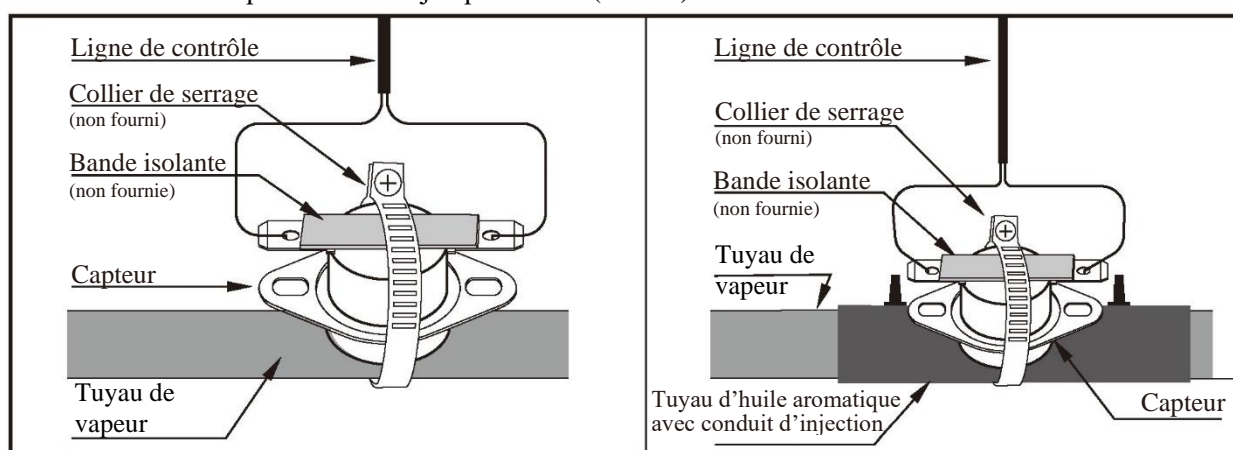

Figure 4
1. À l'aide d'un collier de serrage, positionnez et fixez le thermorégulateur dans la bonne position sur le tuyau de vapeur ou sur le tuyau d'huile aromatique avec conduit d'injection, comme illustré sur la figure 4.